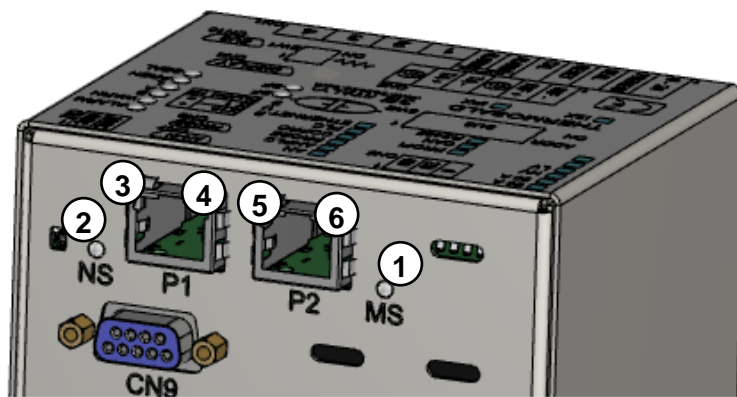

Figura 21 – Switch Ethernet modelli AB B40
6.3.3.2 Modelli AB B40 (vedi 6.2.8, Figura 21)
6.3.4.2 Modelli AB B40 (vedi 6.2.8, Figura 21)